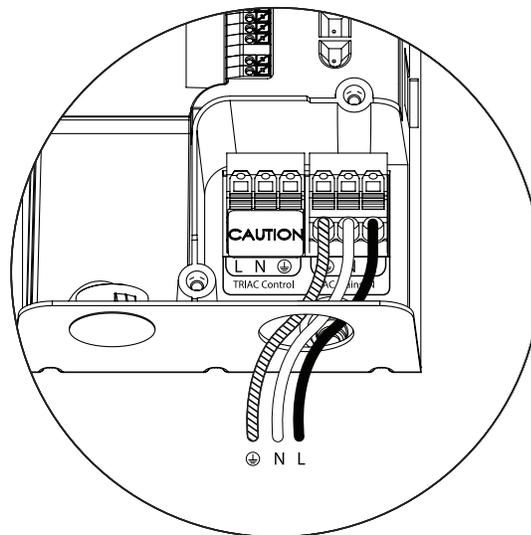

fig. 8
2. Insérez les conducteurs appropriés du secteur (voir la fig. 8).